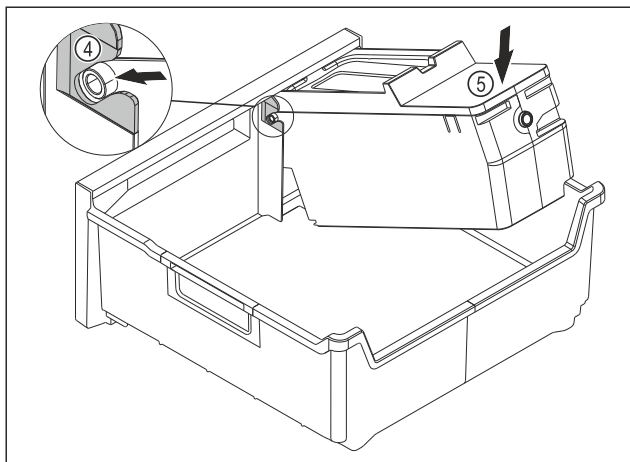

Fig. 83
- ▶ Montați corpul EasyTwist-Ice: Inșerați axele corpului EasyTwist-Ice în ghidaje Fig. 83 (4).
- ▶ Apăsăți corpul EasyTwist-Ice Fig. 83 (5) în spate în jos.